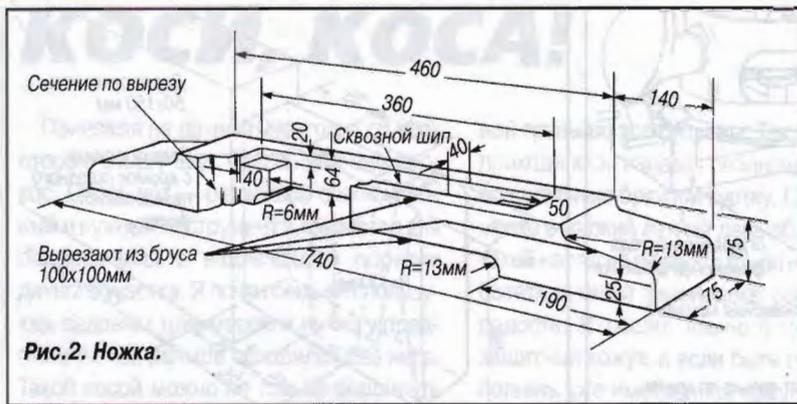

Рис.2. Ножка.
**Изготовление ножек.** Пока клей в столешнице и торцевых панелях еще сохнет, выпиливают «лапы» ножек (рис.2). Профильные изгибы лучше
Размечают пазы и выбирают их так, чтобы шипы торцевых панелей легко входили в них. Скругляют кромки, как показано на рис.2. Из доски сечением 13x100 мм выпиливают четыре подушки для «лап» ножек и скругляют кромки их длинных сторон.